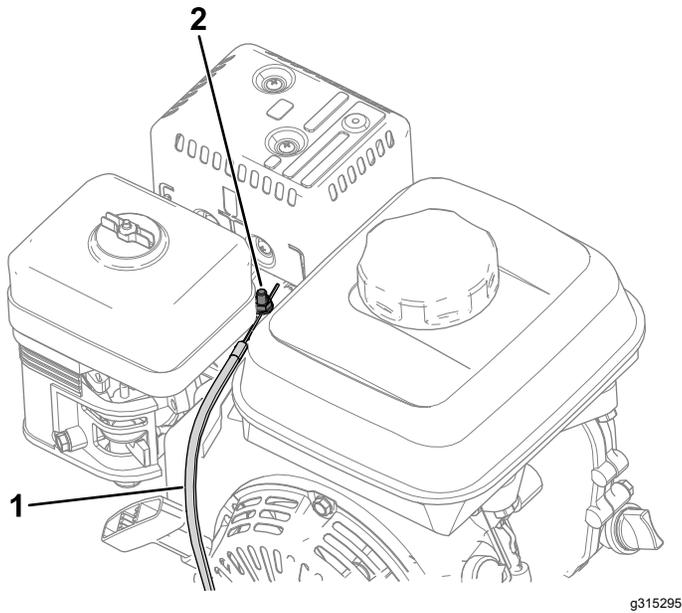

Figura 37
- Afloje el tornillo en la abrazadera del conducto del cable (Figura 37).